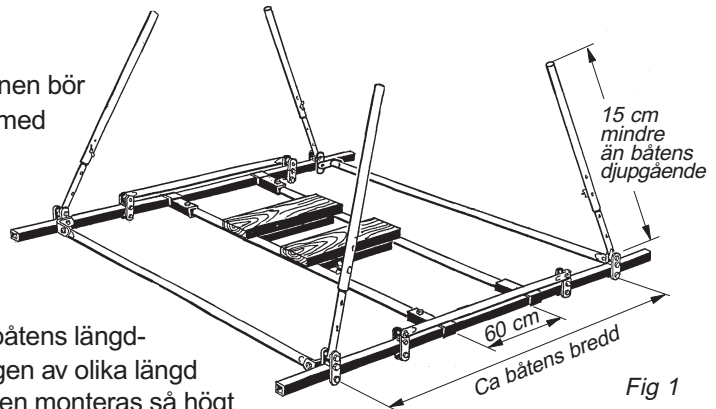

Fig 1
- 1 Sätt samman vaggans botten** enl skiss. Stödbenen bör monteras på balken med ett avstånd som är lika med båtens största bredd enl fig 1.
- 2 Ställ in stödbenens längd** till ca 15 cm mindre än båtens djupgående. (Om kölpallningen förutsättes vara ca 10 cm hög). Se fig 1.